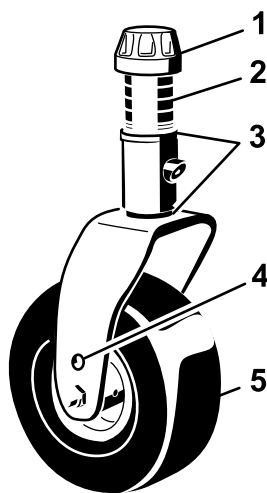

Figura 15
2. Coloque os eixos da roda giratória nos mesmos orifícios, em todas as forquilhas da roda giratória (Figura 15).
3. Retire a tampa de fixação do eixo roscado (Figura 15) e desloque o fuso para fora do braço da roda giratória.